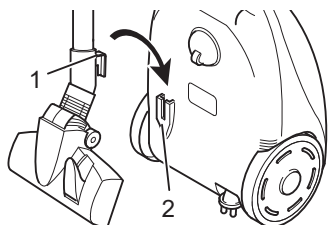

Abb. 17
■ Zum **Aufbewahren** können Sie den Parkhaken (Abb. 17/1) in die Verstauhalterung (Abb. 17/2) unten am Bodensaugsauger einhängen.